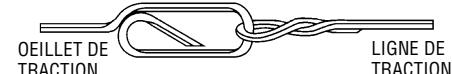

Figure 1
2. Attachez solidement la ligne de traction. (voir figure 1)